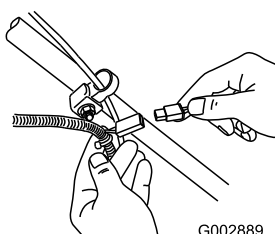

Figure 30
1. Branchez le chargeur au faisceau de câblage de la machine situé sous le bouton de démarrage électrique (Figure 30).